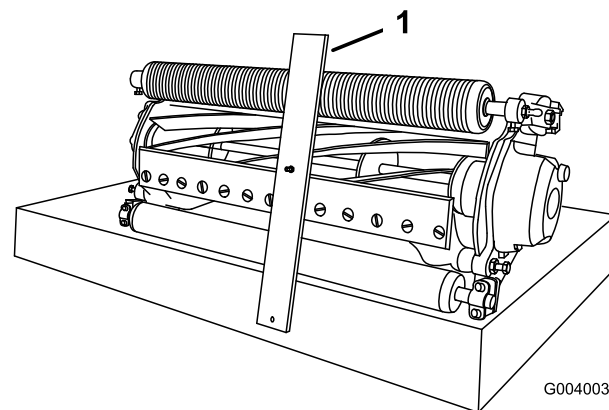

図 16
3. ゲージバーのネジ頭を下刃の先端に引っかけ、バーの後端をローラの後部に当てがう (図 16)。